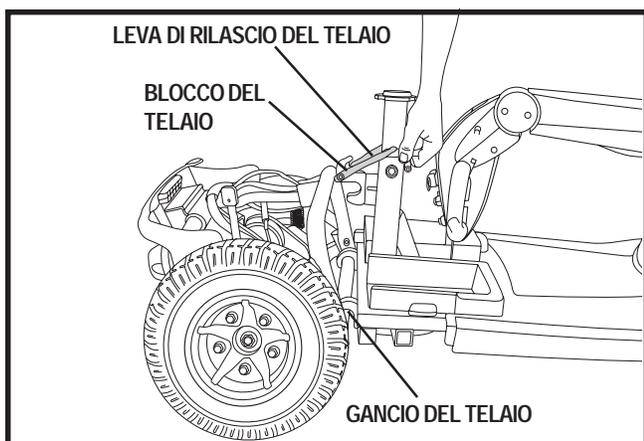

Figura 25. Rilascio del telaio
1. Sollevare la leva di rilascio del telaio. Vedere figura 25.
2. Sollevare la parte anteriore fino a quando i ganci del telaio della parte anteriore si separano da quella posteriore. Vedere figura 25.
2. Usare la leva di rilascio del telaio per sollevare la parte anteriore mentre si allineano i ganci del telaio della parte anteriore con il tubo del telaio inferiore della sezione posteriore. Vedere figura 25.
3. Quando i ganci del telaio sono sopra il tubo del telaio inferiore, abbassare completamente la sezione anteriore. Ciò attiva il blocco del telaio. Vedere figura 25.